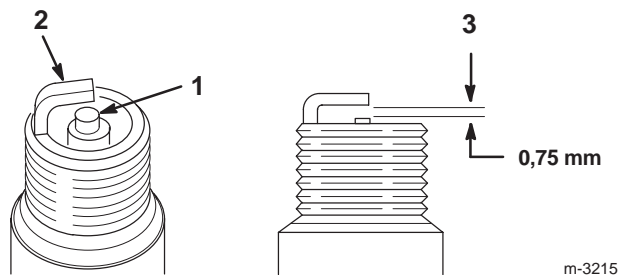

Figure 40
- Inspectez le centre des bougies (Fig. 40). Si le bec de l'isolateur est recouvert d'un léger dépôt gris ou brun, le moteur fonctionne correctement. S'il est couvert d'un dépôt noir, c'est généralement signe que le filtre à air est encrassé.
- Contrôlez l'écartement entre l'électrode centrale et l'électrode latérale (Fig. 40). Courbez l'électrode latérale (Fig. 40) si l'écartement est incorrect.